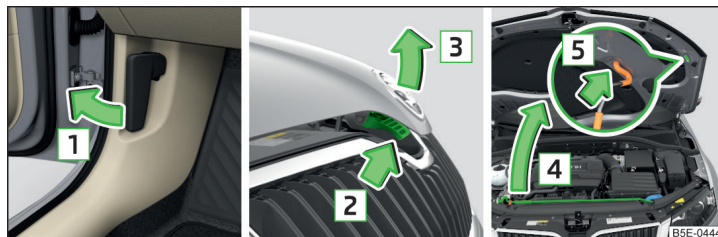

Fig. 290 Abrir el capó
- Abra la puerta delantera y tire de la palanca de desbloqueo ubicada debajo del tablero de instrumentos en el sentido de la flecha [1] » fig. 290.